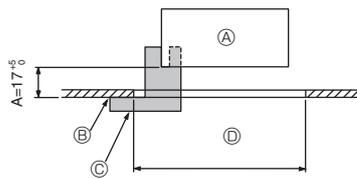
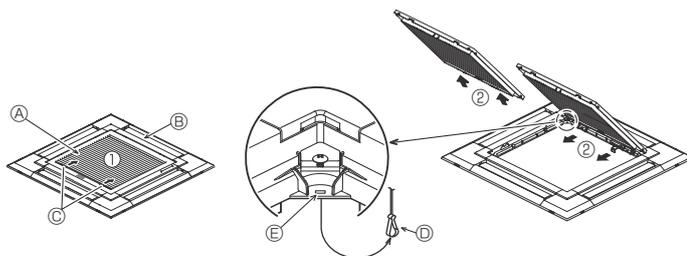
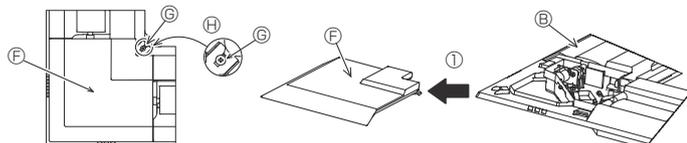

Fig. 9-2
Fig. 9-3
Fig. 9-4
①	Gitter	1	950 × 950 (mm)
②	Installationsmessgerät	1	(In 4 Teile unterteilt)
③	Schraube (4 × 16)	1	für PLP-6EAE, PLP-6EALME, PLP-6EALME
④	Eckplatte für den i-see sensor	1	für PLP-6EAE, PLP-6EALME, PLP-6EALME
⑤	Drahtlose Fernbedienung	1	für PLP-6EALME, PLP-6EALME
⑥	Fernbedienungshalter	1	Im Lieferumfang enthalten, wenn die drahtlose Fernbedienung vorhanden ist.
⑦	LR6-AA-Batterien	2	Im Lieferumfang enthalten, wenn die drahtlose Fernbedienung vorhanden ist.
⑧	3,5 × 16 Gewindeschneidschrauben	2	Im Lieferumfang enthalten, wenn die drahtlose Fernbedienung vorhanden ist.
9.2. Vorbereitung zum Anbringen des Gitters (Fig. 9-2)
• Mit der mit diesem Bausatz gelieferten Lehre ② die Position des Hauptgeräts im Verhältnis zur Deckenoberfläche überprüfen. Wenn das Hauptgerät im Verhältnis zur Deckenoberfläche nicht richtig positioniert wird, kann Luft austreten, oder es kann sich Kondensationsflüssigkeit ansammeln.
- Ⓒ Installationsmessgerät ② (in das Hauptgerät eingeführt)
9.2.1. Das Ansauggitter abnehmen (Fig. 9-3)
• Zum Öffnen des Ansauggitters die Hebel in die Richtung, die durch Pfeil ① gekennzeichnet ist, schieben.
• Das Scharnier des Ansauggitters bei geöffnetem Ansauggitter (Position „offen“) vom Gitter wie durch Pfeil ② gekennzeichnet, abnehmen.
9.2.2. Die Eckplatte abnehmen (Fig. 9-4)
• Die 4 Schrauben an der Ecke lösen. Die Eckplatte in Pfeilrichtung ① in der Abbildung schieben und die Eckblende abnehmen.
[Fig.9-3] [Fig.9-4]